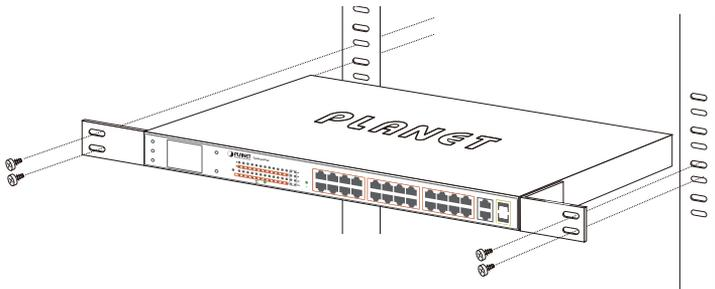

Figura 3-3: Montaje del conmutador 802.3at PoE + en un bastidor
**Paso 5:** Una vez conectados los soportes al conmutador PoE + 802.3at, utilice tornillos para sujetar firmemente los soportes al bastidor, como se muestra en la Figura 3-3.